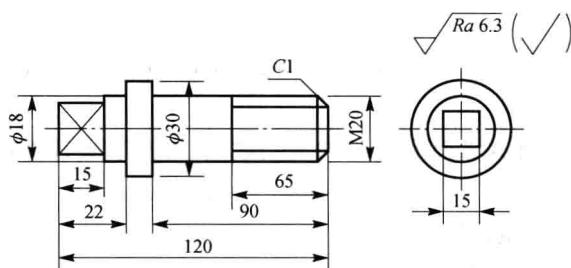

图 1-6 零件图
- (1) 如图 1-6 所示零件,毛坯为 φ35 mm 棒料。批量生产时,在老师的指导下试着分析其